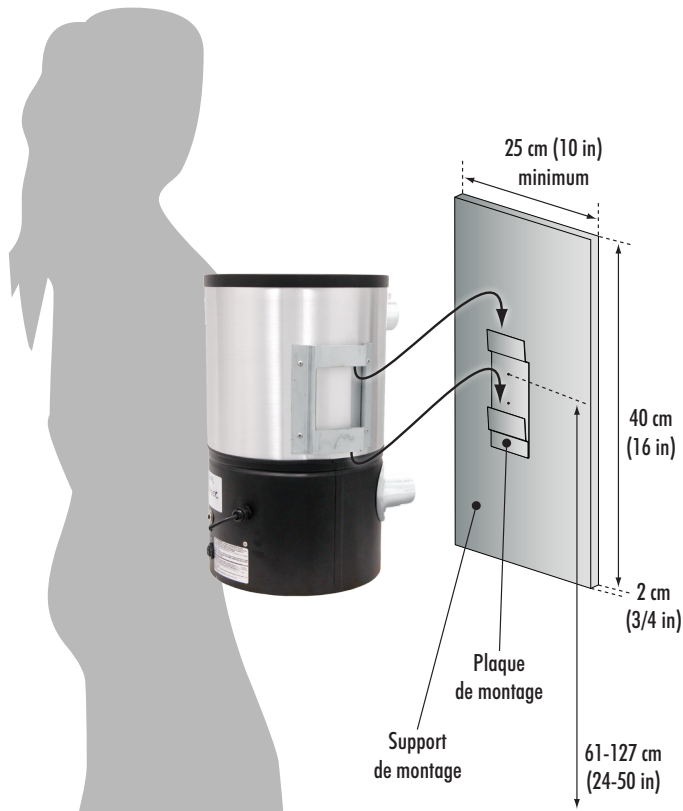

Fig.1 Installation de l'unité motrice au mur.
4. Placez l'unité motrice sur le support de montage (voir Fig. 1);